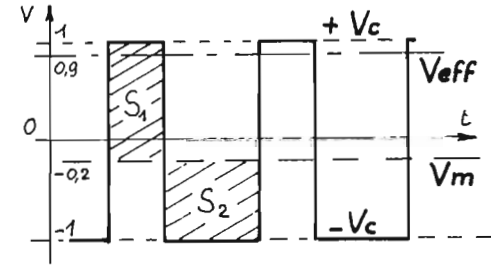

Fig. 22. - Tension rectangulaire.
- la tension moyenne V_m : c'est le potentiel tel que $\text{Aire } S_1 = \text{Aire } S_2$. Avec une sinusoïde $V_m = 0$. Un galvanomètre à aiguille est sensible à cette tension moyenne, de telle sorte que, alimenté en courant sinusoïdal, l'aiguille reste à zéro. Par contre, alimenté en courant rectangulaire, de rapport cyclique différent de 1, il indique une certaine valeur non nulle (voir fig. 22).